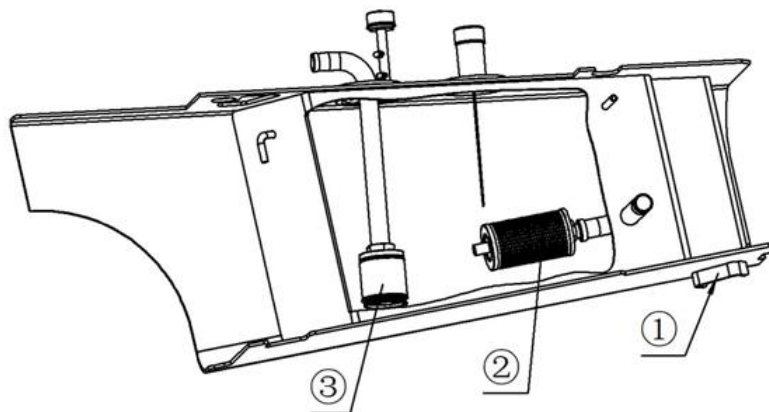

Рис. 3-44. Схема конструкции бака гидравлического масла вилочного погрузчика:
Как показано на Рис. 3-44:
- Поставить емкость подходящего размера непосредственно под сливной заглушкой (поз. (1) на Рис. 3-44), чтобы не допустить загрязнение окружающей среды маслом.
Фильтр возвратного масла бака гидравлического масла (поз. (2) на Рис. 3-44) следует заменять каждые 500 часов (или 3 месяца, в зависимости от реальной ситуации).
- Снять фильтр возвратного масла в сборе (поз. (2) на Рис. 3-44) на баке гидравлического масла.
- Отвернуть старый фильтр обратного масла (поз. (2) на Рис. 3-44) против часовой стрелки.
- Установить фильтр обратного масла в сборе (поз. (2) на Рис. 3-44) в оригинальном направлении.
Фильтр всасывания бака гидравлического масла (поз. (3) на Рис. 3-44) должен заменяться каждые 2000 часов (или 12 месяцев, в зависимости от реального положения).
- Снять фильтр всасывания масла в сборе (поз. (3) на Рис. 3-44) на масляном баке.
- Отвернуть старый фильтр всасывания (поз. (3) на Рис. 3-44) против часовой стрелки.
- Установить фильтр всасывания в сборе (поз. (3) на Рис. 3-44) в оригинальном направлении.